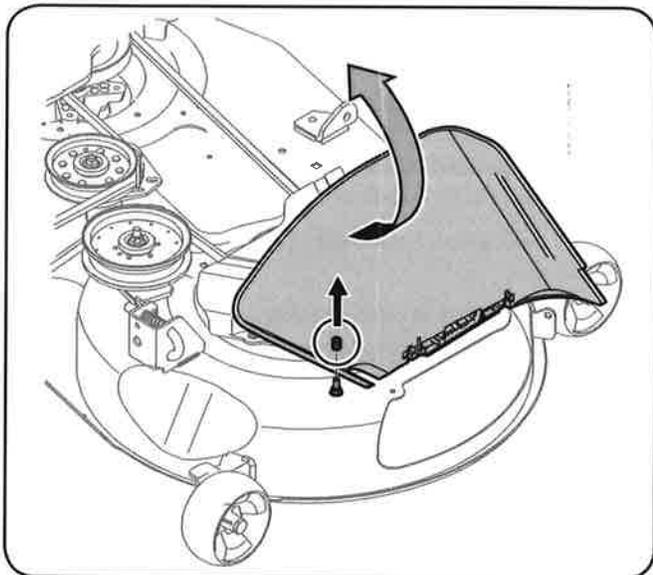

Figura 3
1. Gire el deflector del canal hacia arriba y retire la cubierta protectora de la clavija que se encuentra en la superficie de la cubierta. Vea la Figura 3.